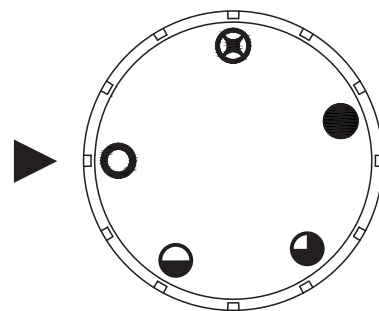

Fig. 22a
3. Presione la perilla de control suavemente y gírela  hacia la derecha a la posición  "OFF". (Ver Fig. 22a)